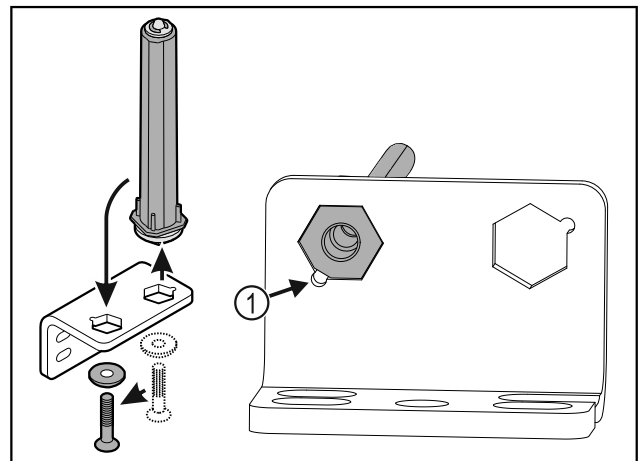

Fig. 36
- Darauf achten, dass beim Einsetzen die Bolzenabschrägung Fig. 36 (1) zum runden Loch zeigt.